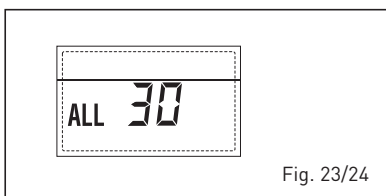

Fig. 23/24
- ANOMALIA SONDA MANDATA CASCATA "ALL 31" (fig. 23/25)